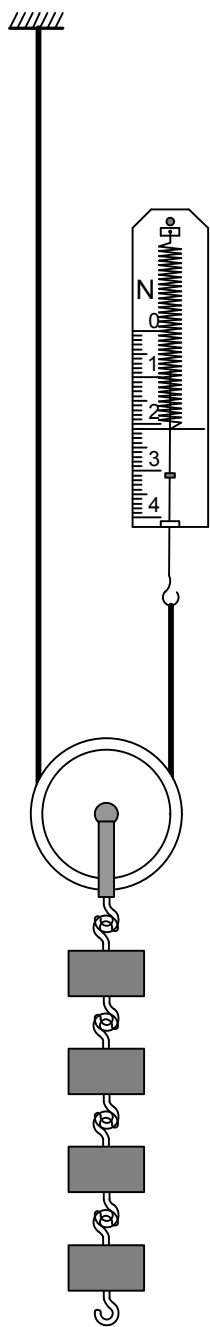

Рис. 10
3. Закріпіть кінець шнура в штативі, перекиньте шнур через рухомий блок і навантажте рухомий блок важками. До вільного кінця шнура приєднайте динамометр (рис. 10). Повільно піднімайте динамометр, запишіть його покази. Виміряйте висоту, на яку піднялись важки, і висоту, на яку перемістився динамометр. Яке співвідношення між висотами? Як відносяться між собою вага важків і покази динамометра? Обчисліть ККД установки.